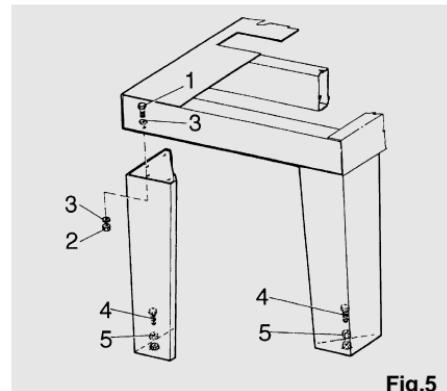

Fig.5
Gebruik hiervoor een waterpas met luchtbel en stel de poten bij met de schroeven (4). Blokkeer dan de contramoeren (5) zoals in fig. 5.